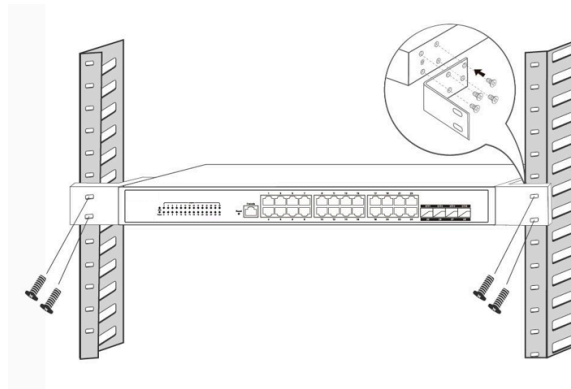

Figura 9 - Instalação do switch em bancada
Passo 6: parafusos são fornecidos pelo fabricante do rack, a superfície é à prova de ferrugem e combinado com a porca flutuante). O método de instalação é mostrado na Figura 9. Preste atenção para garantir que a posição seja horizontal e firme.